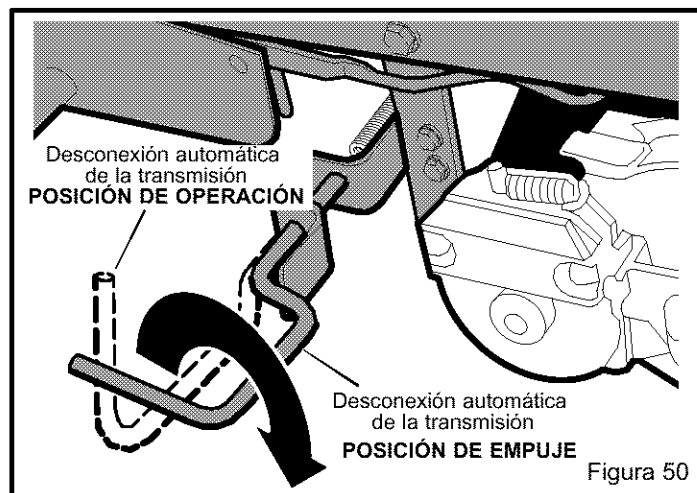

Figura 50
Para empujar la unidad, use la **desconexión automática** para desactivar la transmisión. (Figura 50)
3. Mueva y asegure la **desconexión automática de la transmisión** en la posición de **EMPUJE** (Figura 50). La transmisión está ahora *desactivada* y se puede empujar la unidad.
1. La **desconexión automática de la transmisión** debe estar en la posición de OPERACIÓN (Figura 50).